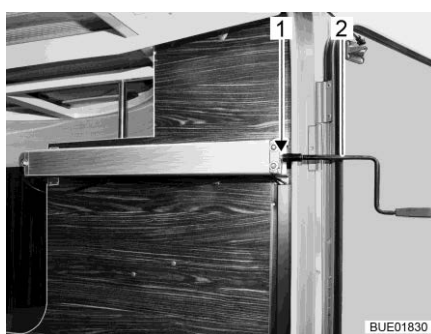

Bild 135 Vev i bakre lastutrymmet
- Sätt veven (Bild 135,2) på tappen (Bild 135,1).